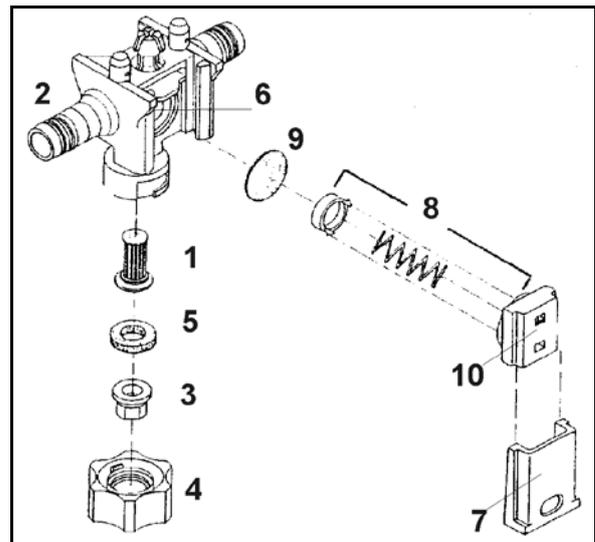

図 186
ときどき、スライダー (図 186/7) がしっかりと取り付けられているか点検してください。
- それには親指で中程度の力をかけながら、可能な限りスライダーをノズル本体 (図 186 / 2) に差し込んでください。
1. ノズルフィルター (図 186/1) を下からノズル本体 (図 186/2) に設置します。
2. ノズル (図 186/3) をバヨネットナット (図 186/4) に差し込みます。
3. ノズルの上にゴムシール (図 186/5) を入れます。
ダイヤフラムシート (図 186/6) に堆積物があると、ブームを遮断したあとにノズルから液体が垂れる原因となります。その場合は、該当するダイヤフラムを以下のように清掃してください。
1. ノズル本体 (図 186/2) からスライダ (図 186/7) をバヨネットナットの方へ引き抜きます。
2. スプリングエレメント (図 186/8) とダイヤフラム (図 186/9) を取り外します。
3. ダイヤフラムシート (図 186/6) を清掃します。
スプリングエレメントを取り付けるときは、正しい向きに注意してください。取り付けるときには、スプリングエレメントのハウジング (図 186/10) の左右の、段が付いた上向きに傾斜する縁が、ブームの断面の方向に傾斜している必要があります。